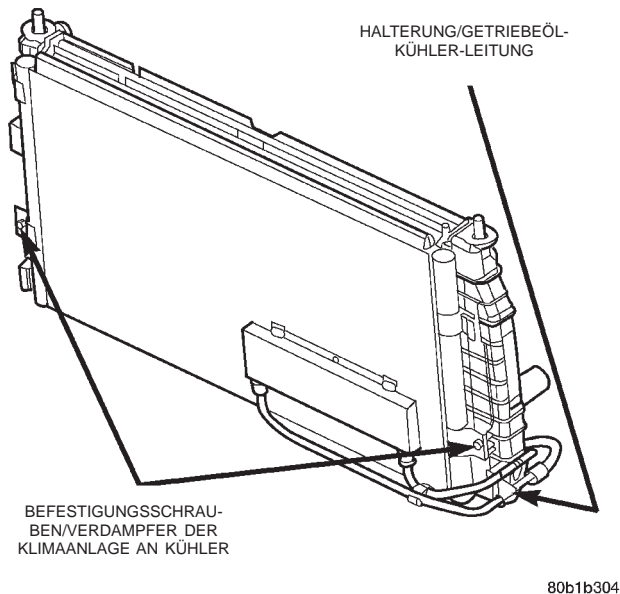

Abb. 25 Verdampfer der Klimaanlage am Kühler— Aus- und Einbau
(9) Die Befestigungsschrauben des Verdampfers der Klimaanlage auf der Vorderseite des Kühlers herausdrehen (Abb. 25).
(10) Das Befestigungselement abbauen, mit dem die Halterung der Getriebeölkühler-Leitung an der linken Seite des Kühlers befestigt ist (Abb. 25).
(11) Den Verdampfer nur so weit anheben, dass er aus den oberen Befestigungsklammern genommen werden kann; den Verdampfer auf dem unteren Kühler-Querträger abstützen. Ein Entleeren der Klimaanlage ist nicht erforderlich.
(2) Den Verdampfer der Klimaanlage an den Befestigungsklammern am Kühler befestigen. Die Befestigungsschrauben eindrehen und mit einem Anzugsmoment von 5 N·m (45 in. lbs.) festziehen (Abb. 25).
(3) Den unteren Kühlerschlauch einschließlich Schlauchklemme anschließen.
(4) Die Halterung für die Getriebeölkühler-Leitung und das zugehörige Befestigungselement einbauen. Die Schläuche des automatischen Getriebes anschließen und die Schlauchklemmen mit einem Anzugsmoment von 2,5 N·m (22 in. lbs.) festziehen.